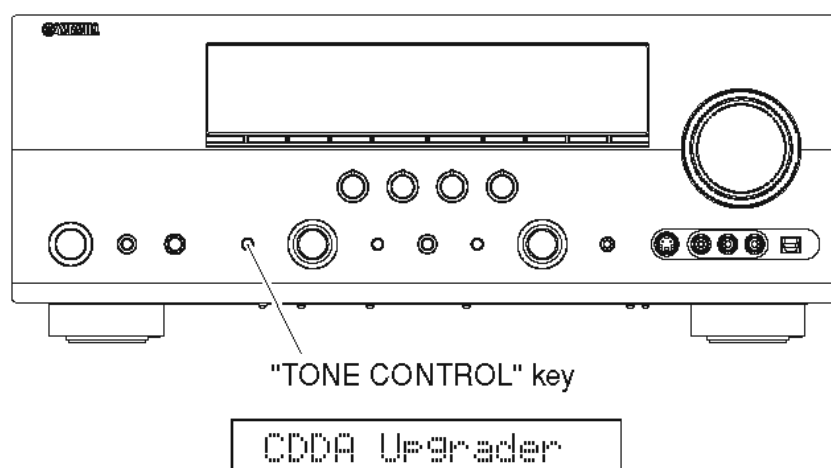

Fig. 2
2. While pressing the "TONE CONTROL" key of this unit, connect the power cable of this unit to the AC outlet. (Fig. 2)
The FIRMWARE UPDATE mode is activated and "CDDA Upgrader" is displayed. (Fig. 2)
2. 本機の"TONER CONTROL"キーを押しながら、本機の電源コードをACコンセントに接続します。(Fig. 2)
FIRMWARE UPDATEモードが起動し、"CDDA Upgrader"が表示されます。(Fig. 2)